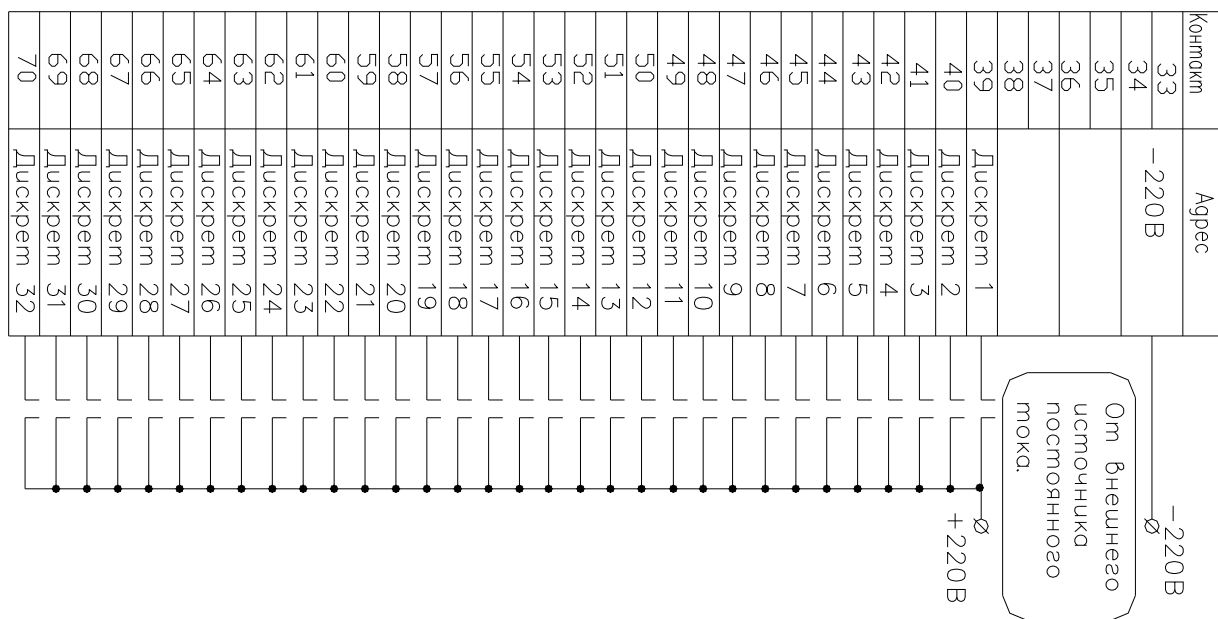

Рисунок 25 Схема подключения дискретных сигналов ПУ16/32М4
5.4.4.15 Общий контакт дискретных входов для блоков ПУ16/32М4 контакты 33 и 34 необходимо подключить к отрицательному потенциалу того же источника постоянного тока, рисунок 25